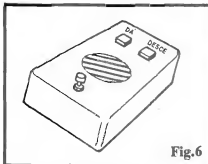

Fig. 6
**- FIG. 6 - SUGESTÃO PARA CAIXA/ACABAMENTO** - São, certamente, muitas as possibilidades de finalização do ODODE, porém a mais simples costuma ser a melhor (esse axioma também é válido em questões puramente estéticas...). Assim, a distribuição dos LEDs, furos de saída de som da cápsula piezo, push-button, etc., no painel principal do container, poderá obedecer a sugestão da figura. São muitas as caixas plásticas padronizadas, ofertadas no varejo especializado, e que se prestarão ao acondicionamento do circuito do ODODE, com bons resultados visuais... Marcações feitas com caractéres transferíveis ("Letraset" ou similar...) darão um aspecto mais profissional e sofisticado ao conjunto (aquela brincadeira dos rótulos "DÁ" e "DESCE", visto junto aos LEDs na figura, obviamente que não é obrigatória, podendo ser substituída por qualquer outro conjunto dual de marcações...).